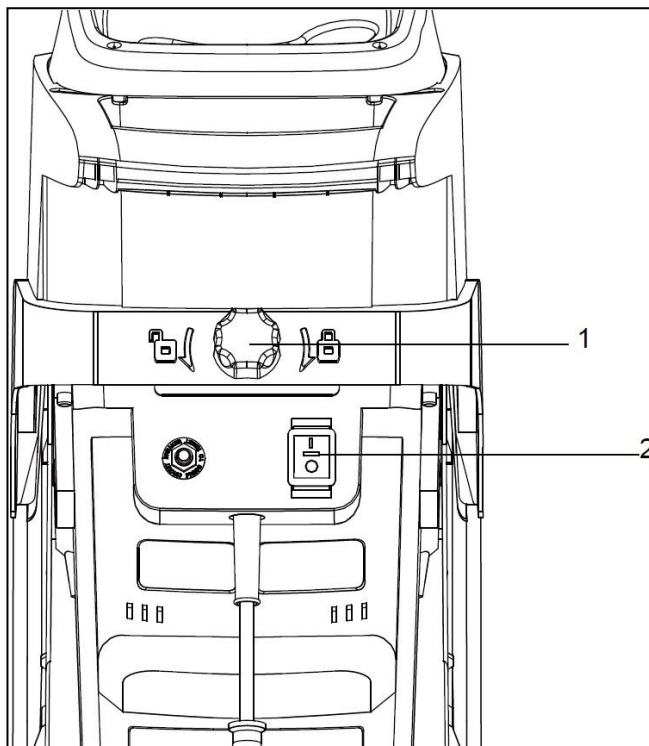
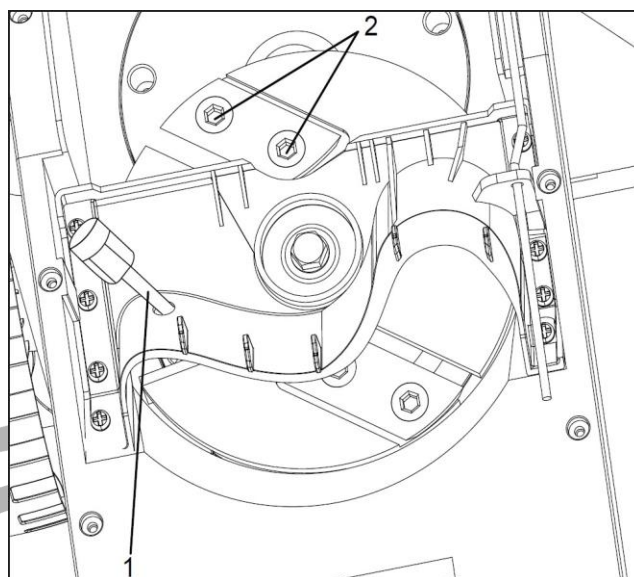

Fig. 4
Fig. 5
2. Verificați dacă buncărul este gol. Închideți bine buncărul prin rotirea butonului de blocare a buncărului (Fig. 4 - 1) în sensul acelor de ceasornic. Tocătorul nu va funcționa dacă buncărul este deschis sau nu este complet închis.
4. Conectați tocătorul la o sursă de alimentare și rotiți comutatorul de alimentare în poziția ON (Fig. 4 - 2).
6. Introduceți încet materialul care urmează să fie mărunțit în buncăr prin jgheabul de alimentare (Fig. 5). Țineți crengile la o distanță sigură de jgheabul de alimentare până când acestea sunt atrase automat în tocător.
1. Pentru a reporni tocătorul, apăsați mai întâi butonul de resetare (Fig. 4 - 1). Apoi rotiți comutatorul de alimentare în poziția pornit.
2. Deșurubați complet butonul de blocare a buncărului (Fig. 4 - 1) până când acesta se desprinde. Deschideți buncărul pentru a avea acces la capul de tăiere (Fig. 5 - 5).
4. Rotiți capul de tăiere astfel încât acesta să apară așa cum se arată în figura 5. Pentru a împiedica capul de tăiere să se rotească în timpul schimbării lamei, introduceți o tijă prin orificiul de protecție a lamei (Fig. 5 - 1) și prin fanta din capul de tăiere.
6. Fiecare lamă este fixată cu două șuruburi hexagonale (Fig. 5 - 2). Îndepărtați lama de pe marginea interioară a apărătorii lamei, unde pot fi accesate ambele șuruburi hexagonale.